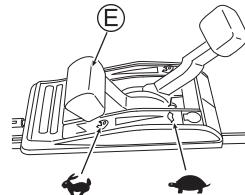

Fig. 12
- Vérifiez qu'il n'y a personne derrière vous lorsque vous tirez sur la poignée du lanceur (V).
- Attrapez fermement la poignée du lanceur (V) lorsque vous le tirez.
- Remettez doucement la poignée du lanceur (V) dans sa position initiale.
- Faites chauffer la machine avant de l'utiliser. Une fois que le moteur est chaud, commencez à tondre en plaçant la manette des gaz (E) sur la position "". (Voir Fig. 12)